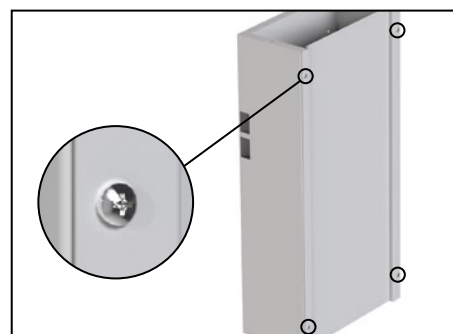
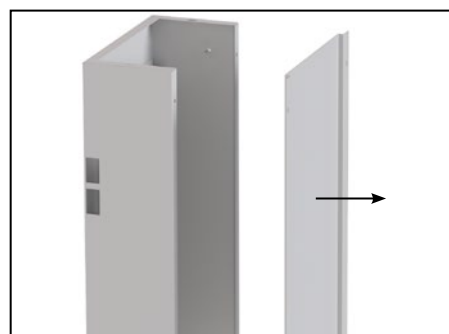

Рис. 36
Рис. 37
2.4. Извлечь короб верхний для КЭТ/КСС (4.2) из упаковки, вывернуть 4 (6 – для короба верхнего высотой 1100 мм) винта М4х16 (рис. 36) и снять панель фасадную (рис. 37). Винты сохранить.